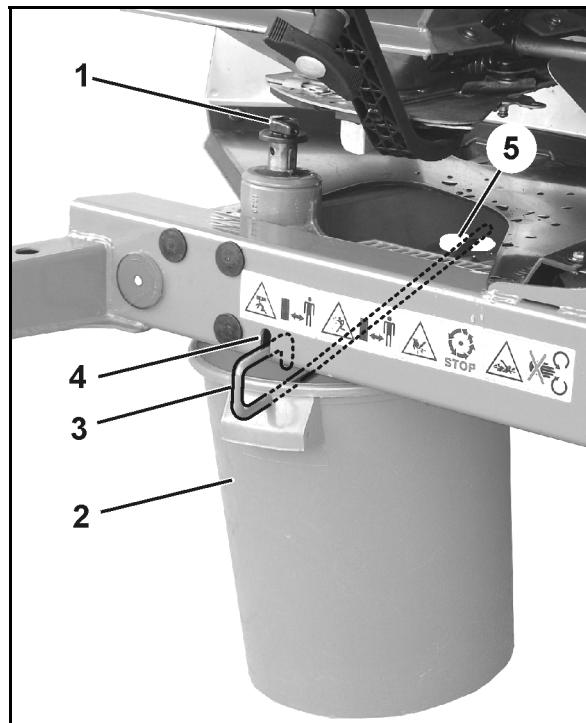

Fig. 54
- 2.1 Skru ut vingeskruen (Fig. 54/1) som holder spredeskiven fast, og trekk spredeskiven av girakselen.
3. Heng samlebeholderen (Fig. 54/2) i holderne (Fig. 54/4 og Fig. 54/5) på rammen ved hjelp av bøylen (Fig. 54/3).